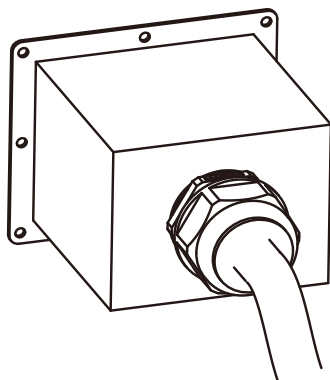

Рис. 5.11 Фиксация распределительной коробки перем. тока
- 3) Прикрутите крышку на корпус и затяните все винты, чтобы зафиксировать коннектор с водонепроницаемой защитой, как изображено на рис. 5.11